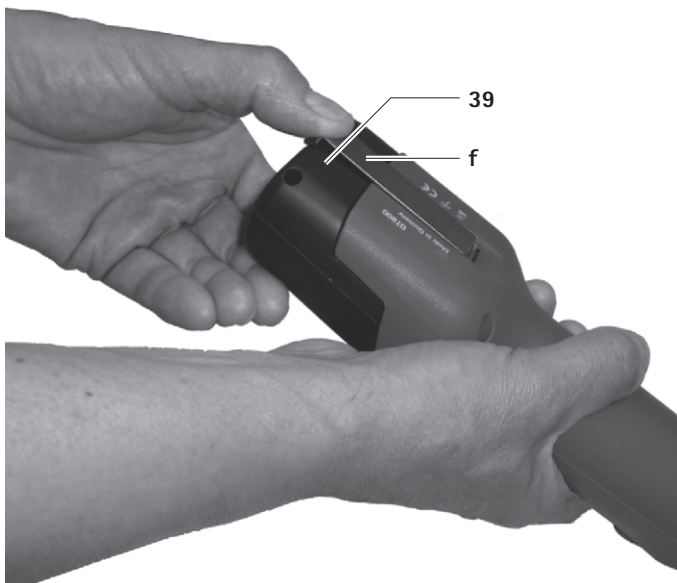

Fig. 3
- Fest li-ione-batteriet **39** med batterilåsen **f**, se Fig. 3.